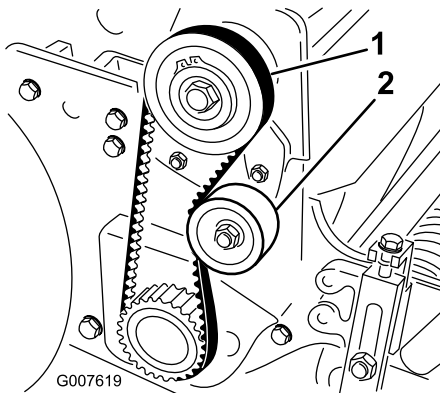

Figura 36
2. Compruebe la tensión presionando la correa en el punto intermedio entre las poleas (Figura 36) con una fuerza de 18–22 N. La correa debe desviarse 6 mm.
la parte trasera de la correa, hasta obtener la tensión deseada (Figura 36).